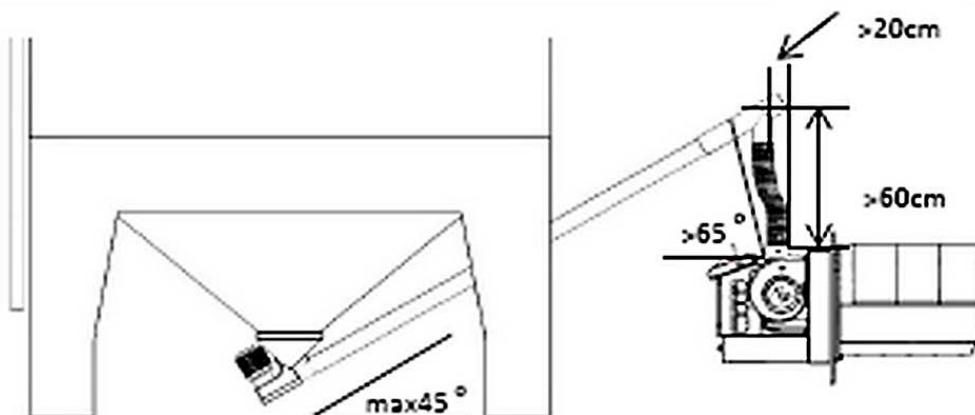

Рисунок 12. Установка внешнего шнека
Рисунок 12 показывает правильное положение внешнего шнека. Так как гибкий шланг является мерой безопасности, он должен быть размещен исключительно так, как описано ниже:
- Внешний шнек установлен и подключен к горелке в соответствии Рис. 12.
- Электрические разъемы внешнего шнека и котла надежно соединены. Они должны быть защелкнуты фиксаторами. Фазный (L) и нейтральный (N) провода в питающем кабеле подключены правильно.